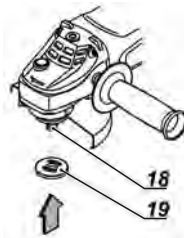

Fig. 4 – Montagem de acessório na máquina
- 2 - Coloque a flange (19) no eixo (18) Fig. 4;